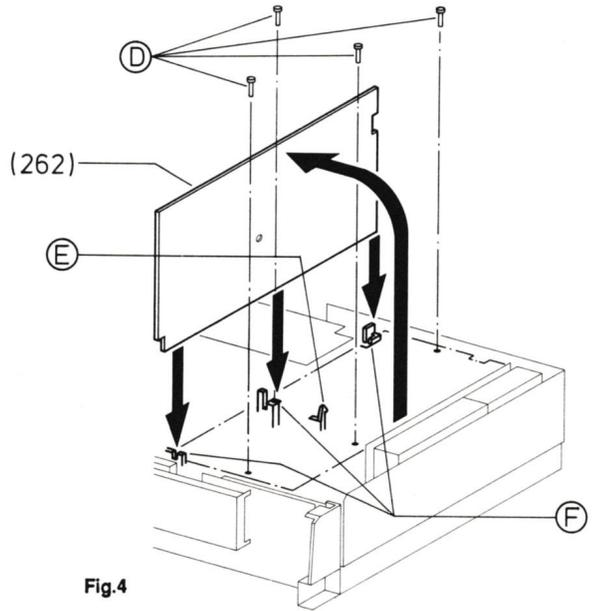

Fig.4
Retirer les 4 vis (D), et pousser la languette de maintien (E) (voir fig.4)
Le C.I.II peut être placé en deux positions de service. Pour la maintenance de ce dernier et du C.I.I, nous recommandons la position de service 1 (fig.4).